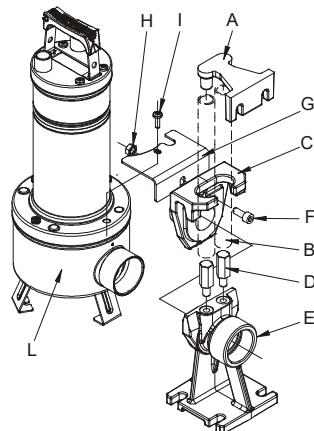

图 2
- 固定安装我们建议使用 DSD2 提升装置（可要求提供-见 **图 2**）以便于泵的维修。将其安装在泵的出口和管路之间，进行维修工作时可以不用拆除出口管路。DSD2 装置由 8 分组成：
底座要用相应尺寸的可调螺丝固定在污水箱的底部。管路的导向支架必须固定在井或泵坑的顶部，嵌在两根 3/4" 管路（未提供）的末端起滑道作用。通过两个管路把支架和底座连接起来。把底座架同泵输水口处的吸入滤网连接，用提供的螺丝封闭滤网盖和其它。取下出液端(I)法兰的上螺栓。装上防旋转套(G)。装上螺栓(I)。从耦合脚中抽出导轨，将其与泵出液口相连。按照图中所示方式借助螺栓(F)和螺帽(H)将导轨固定在泵上。重新将导轨/泵总成放置在基脚上(图 2)。